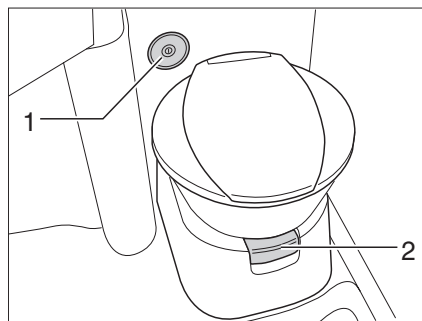
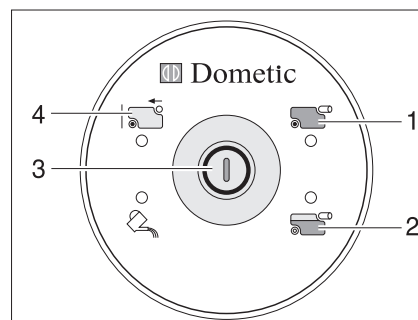

Fig. 240 Cuvette des toilettes avec unité de contrôle et de commande
Fig. 241 Unité de contrôle et de commande toilettes
Faire couler un peu d'eau dans la cuvette des toilettes avant de s'en servir. Appuyer pour ce faire sur le bouton de la chasse d'eau (Fig. 241,3) sur l'unité de contrôle et de commande (Fig. 240,2).
- Avant d'actionner la chasse d'eau, ouvrir le curseur des toilettes. Tirer pour cela sur le levier du curseur (Fig. 240,1).
- Pour actionner la chasse d'eau, appuyer sur le bouton (Fig. 241,3).
Le voyant de contrôle (Fig. 241,2) s'allume lorsque le réservoir pour matières fécales est au 3/4 plein.
Le voyant de contrôle (Fig. 241,1) s'allume lorsque le réservoir pour matières fécales doit être vidé.
- Ouvrir le curseur. Tirer pour cela sur le levier du curseur (Fig. 240,1).
- Enfoncer le levier du curseur (Fig. 240,1). Le curseur se ferme. Pour la vidange il **faut** que le curseur des toilettes soit fermé.
- Extraire et vidanger le réservoir pour matières fécales comme indiqué dans les paragraphes 11.8.5 et 11.8.6. Sur l'unité de contrôle et de commande est allumé l'indicateur "Réservoir pour matières fécales retiré" (Fig. 241,4).